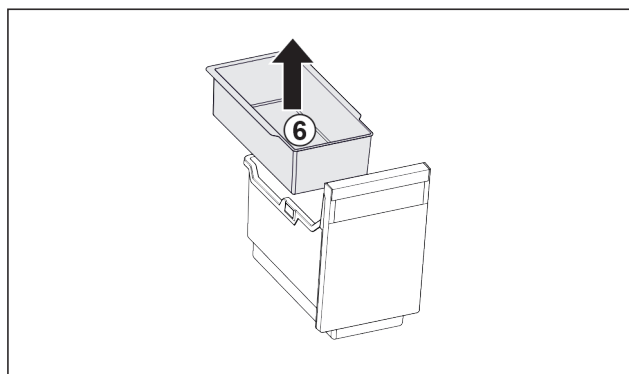

Fig. 19
- ▶ Odoberte závesnú misku Fig. 19 (6).